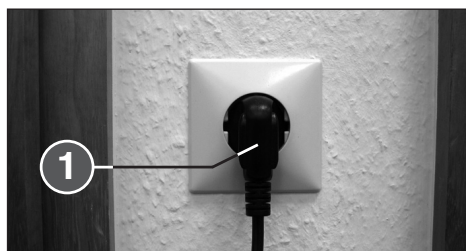

Fig. 2
- Ligue a ficha da máquina (1) (Fig. 2) à rede eléctrica (para indicações sobre o fusível de entrada necessário da tomada de rede, veja "DADOS TÉCNICOS").
1 = Ficha de ligação à rede (Fig. 2)